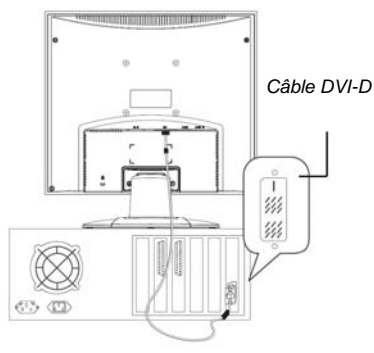

Figure 2b. Connection du moniteur à votre PC via câble DVI-D
3. Si votre PC dispose d'une carte graphique avec sortie DVI-D (24 broches), connectez alors le câble DVI-D aux extrémités de votre PC et du moniteur (voir fig. 2b),